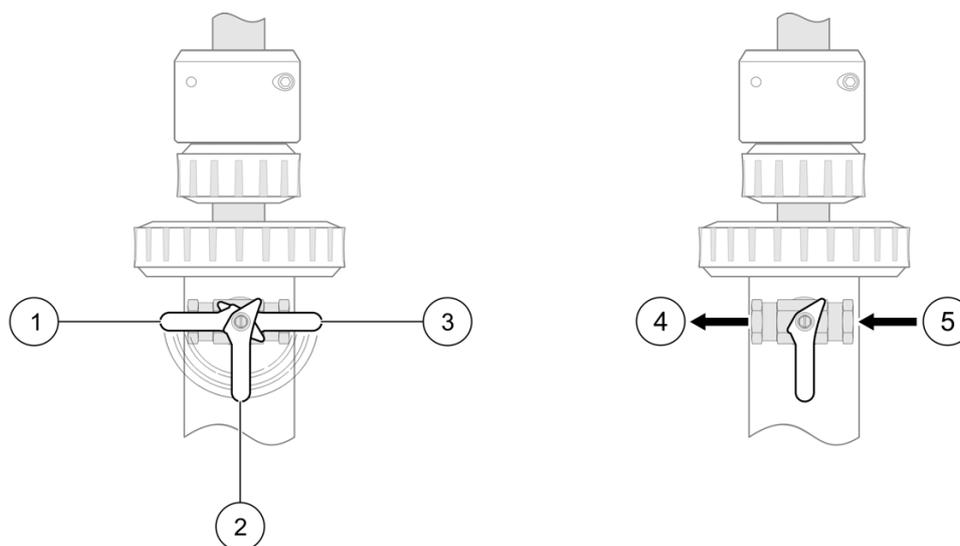

Abbildung 5 Einsetzen des Sensors in ein unter Druck stehendes Rohr bzw. Gefäß
4. Eine ¼"-Luft- oder Wasserunterstützungsleitung an die ¼" NPT-Verschraubung des Messing-Steuerventils auf der Kugelventil-Vorrichtung anschließen. Das Steuerventil in die mittlere Aus-Position (OFF) bringen (siehe Abbildung 5).
5. An der anderen Seite des Steuerventils eine Abflussleitung an die Verschraubung anschließen (siehe Abbildung 5).
1. Das Kugelventil langsam in die vollständig offene Position (OPEN) bringen (siehe Abbildung 5).
2. Das Messing-Steuerventil langsam in die vollständige Entnahmeposition (EXTRACTION) bringen. Siehe Abbildung 5. Die Schaftbaugruppe bis zu ihrer maximalen Außenposition verschieben. Dadurch wird gewährleistet, dass die Sensorelektrode die Kugelventilöffnung nicht mehr verdeckt.